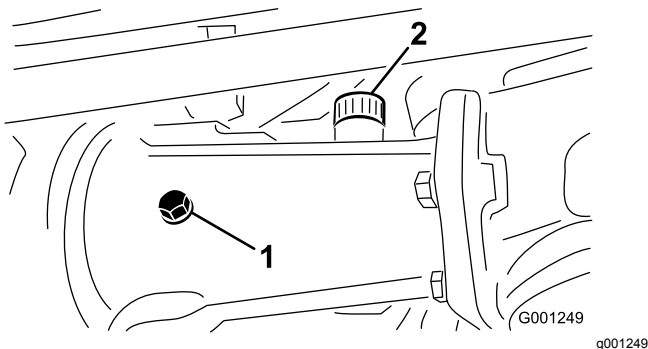
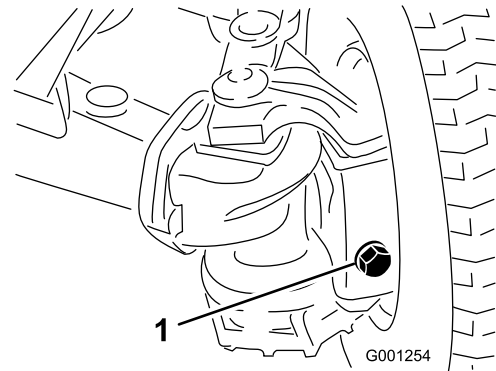

Bild 57
Bild 58
2. Entfernen Sie die Prüfschraube vom mittleren Achsgehäuse und der Achse sowie alle Füll-/Prüfschrauben am Gehäuse jeder abgehenden Achse (Bild 57 und Bild 58).
3. An jeder Prüfschraubenöffnung sollte das Getriebeöl bis an das Gewinde reichen (Bild 57 und Bild 58).
- A. Zum Befüllen des mittleren Achsgehäuses, entfernen Sie die Füllschraube (Bild 57).
- B. Füllen Sie das empfohlene Getriebeöl in die Achsgehäuse nach, bis der Füllstand an die Unterseiten der Prüfschraubenöffnungen reicht (Bild 57 und Bild 58).
- C. Bestreichen Sie nach Abschluss des Füllvorgangs die Gewinde der ausgebauten Füllschrauben mit PTFE-Gewindedichtungsmittel und schrauben Sie diese dann wieder in die Achsgehäuse ein (Bild 57).
5. Bestreichen Sie die Gewinde der ausgebauten Prüfschrauben des mittleren Achsgehäuses und der beiden abgehenden Achsgehäuse mit PTFE-Gewindedichtungsmittel (Bild 57).
6. Setzen Sie die Prüfschrauben des mittleren Achsgehäuses sowie der Achsgehäuse jeder abgehenden Achse ein (Bild 57 und Bild 58).
1. Ablassschraube (3)
8. Bestreichen Sie die Gewinde der ausgebauten Prüfschrauben des mittleren Achsgehäuses und der beiden abgehenden Achsgehäuse mit PTFE-Gewindedichtungsmittel, siehe Bild 57 und Bild 58 in Prüfen des Schmierstoffs in der Hinterachse \(Seite 58\).
9. Setzen Sie die Prüfschraube des mittleren Achsgehäuses sowie die Füll-/Prüfschrauben am Gehäuse jeder abgehenden Achse wieder ein, siehe Bild 57 und Bild 58 in Prüfen des Schmierstoffs in der Hinterachse \(Seite 58\).